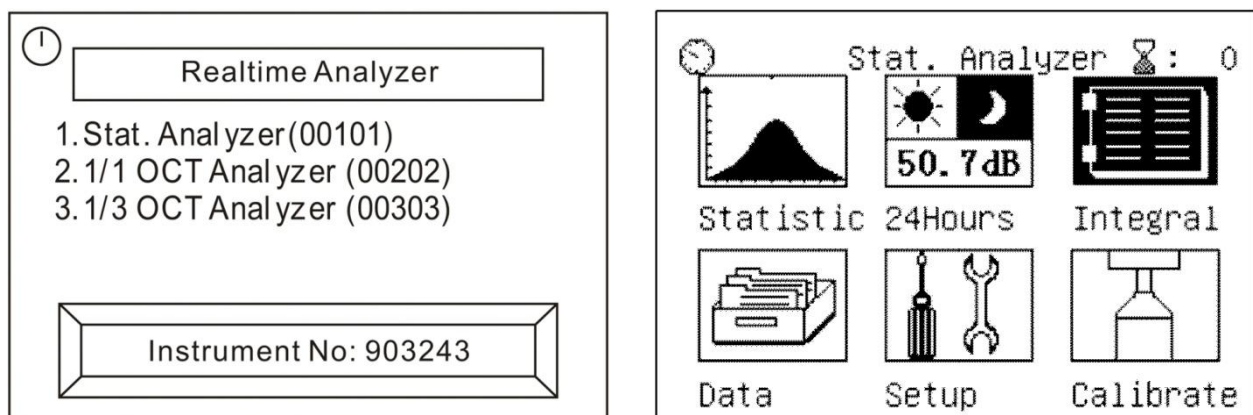

Fig. 10: Ecrãs iniciais de análise estatística
1. Ligar o instrumento premindo o botão “”. O ecrã de selecção do tipo de análises é mostrado no display durante cerca de 5s (ver Fig. 10)